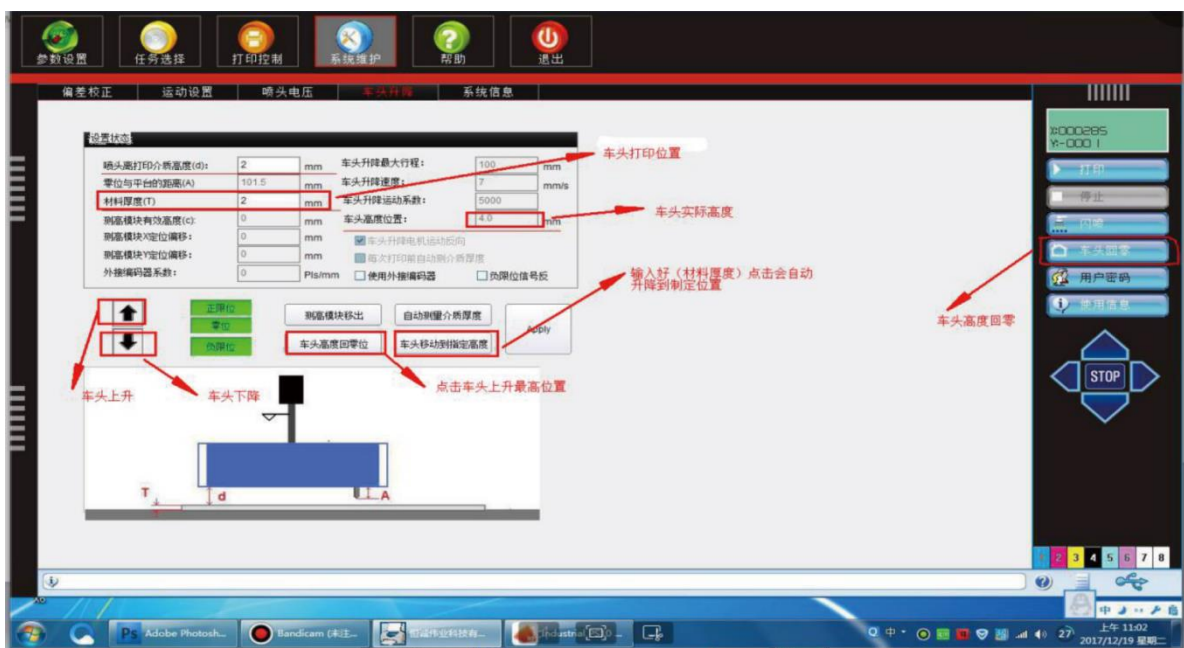

图 5
4:确定打印高度：在系统维护界面，选择车头升降，如图 5 喷头离打印介质高度：一般为一个硬币（1.88mm）左右。材料厚度：打印材料的厚度，直接填入后面的框即可。
(1) 车头高度位置：目前车头的实际高度。测量材料厚度，并填入打印软件
(2) 点击车头移动到指定高度，如图 5，等待动作结束。
(3) 检测打印过程中材料是否会刮到喷头，软件界面的右边有上、下、左、右 4 个按键，对应车头的后退、前进、左移、右移 4 个移动方向，中间的 Stop 为移动停止按键。通过点击这几个键将车头移动到材料上方，观察材料是否会刮到喷头，如果有刮到，则增加材料厚度，如果离材料过高，则减小材料厚度，喷头离材料一个硬币的厚度（1.88mm）左右为宜。然后点击车头回零，如图 5 的右手边，待车头回到零位。（更改材料厚度之后需车头回零，然后点击车头移动到指定高度，以防刮到材料伤到喷头）